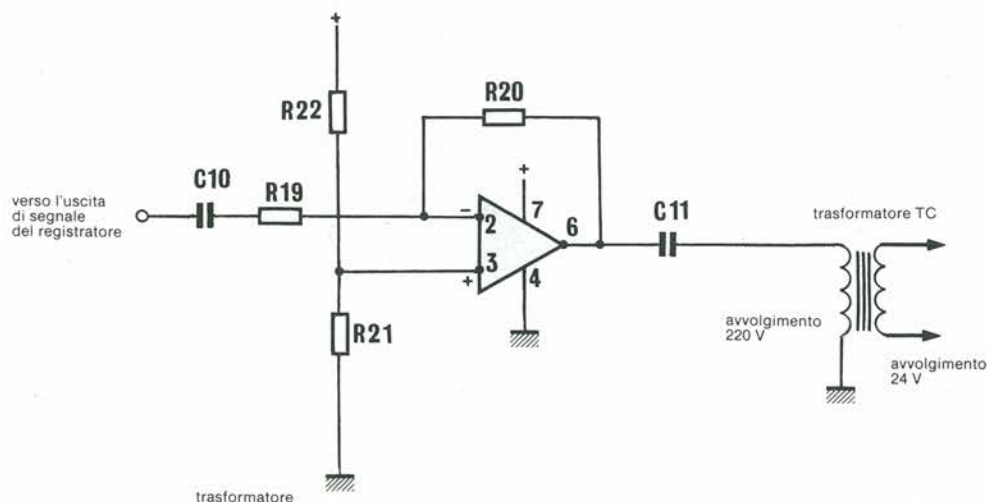

Figura 4.
- In Figura 4, il preamplificatore di
Preamplificatore di bassa frequenza e trasformatore di accoppiamento (Figura 4)